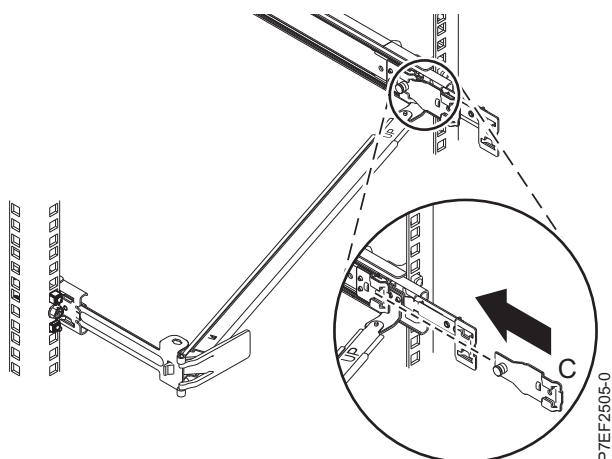

Figura 14. Instalando o suporte de montagem no trilho deslizante
6. Conecte o suporte interruptor de organização de cabos (**B**) ao slot na parte interna do trilho esquerdo deslizando o suporte interruptor (**B**) para o trilho deslizante até que o pino com molas se encaixe no lugar. Para obter detalhes, consulte Figura 14 na página 10.